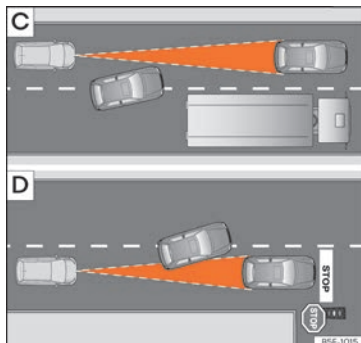

Abb. 189 [C] Fahrspurwechsel eines anderen Fahrzeugs. [D] Abbiegendes und weiteres stehendes Fahrzeug.
- Fahrzeuge, die in geringem Abstand auf die eigene Fahrspur wechseln » » **Abb. 189** [C].
ACC reagiert nicht auf stehende Fahrzeuge. Wenn z. B. ein von ACC erfasstes Fahrzeug abbiegt oder ausschert und sich vor diesem Fahrzeug ein stehendes Fahrzeug befindet, reagiert ACC nicht auf das stehende Fahrzeug »» **Abb. 189** .